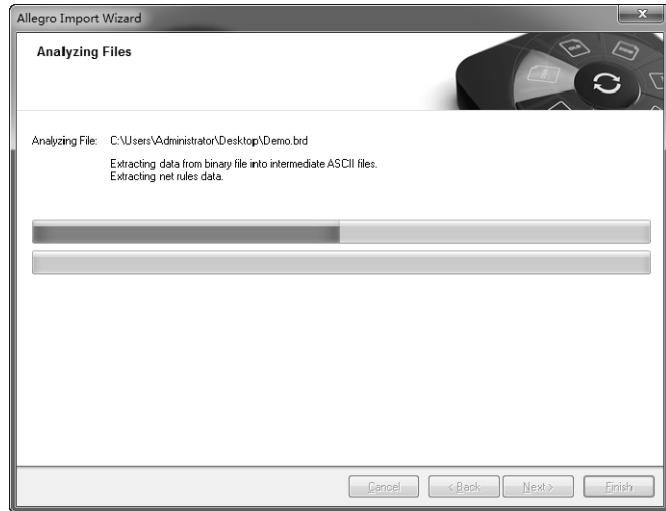

图 12-79 Allegro PCB 的转换
(3) 等待 Allegro PCB 的转换，如图 12-79 所示，一般比较复杂的 PCB 转换时间会更久一些。在转换过程中一般不需要设置什么，一切按照向导的默认设置转换即可。